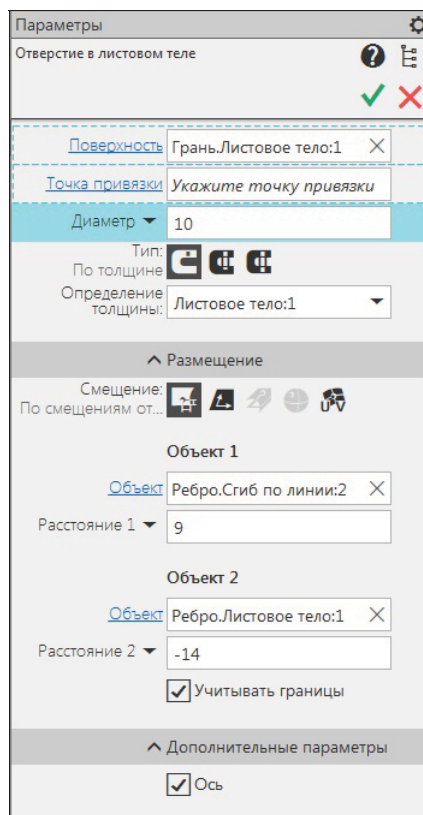

Рис. 29.30. Панель Параметры: Отверстие в листовом теле
- ♦ на панели **Параметры: Отверстие в листовом теле** (рис. 29.30) раскройте секцию **Размещение** и выберите один из вариантов задания положения центра в группе **Смещение**: